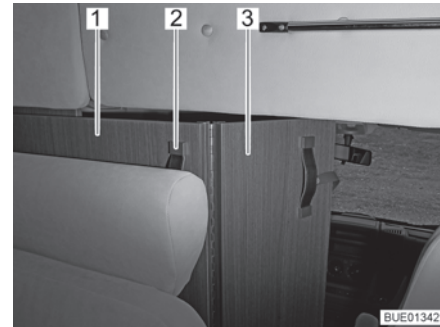

Fig. 52 Separación de la cabina del conductor
- Coger la separación de la cabina del conductor (Fig. 52,1) por el asidero (Fig. 52,2) y tirar hacia atrás hasta que el borde de la separación de la cabina del conductor se encuentre aproximadamente a la altura del respaldo del banco (Fig. 52).
- Desplegar la parte plegable de la separación de la cabina del conductor (Fig. 52,3) entre los asientos de la cabina del conductor.